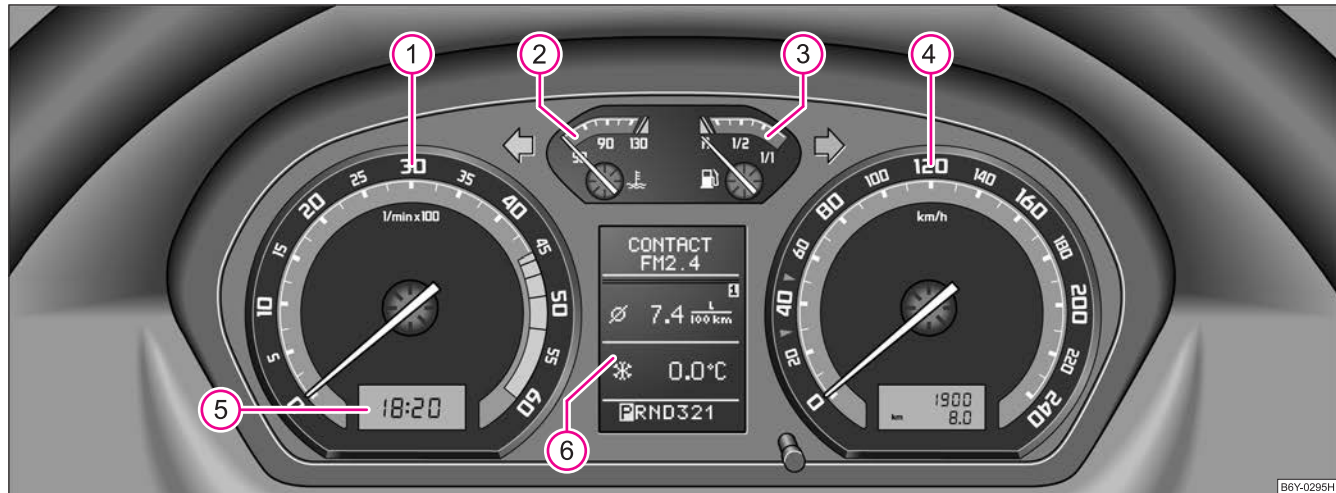

Fig. 2 Combiné
Le début de la zone rouge du compte-tours ① ⇒ page 9, fig. 2 indique pour tous les rapports le régime maximum autorisé pour un moteur rodé et à sa température de service. Avant d'atteindre cette zone, vous devriez passer sur le rapport directement supérieur ou choisir la position **D** sur le levier sélecteur de la boîte de vitesses automatique.
L'indicateur de température du liquide de refroidissement ② ⇒ page 9, fig. 2 ne fonctionne que si le contact est mis.
La jauge de carburant ③ ⇒ page 9, fig. 2 ne fonctionne que si le contact est mis.
Pour régler l'heure, un bouton de rappel est placé en dessous à gauche à côté du tachymètre ⇒ page 9, fig. 2.